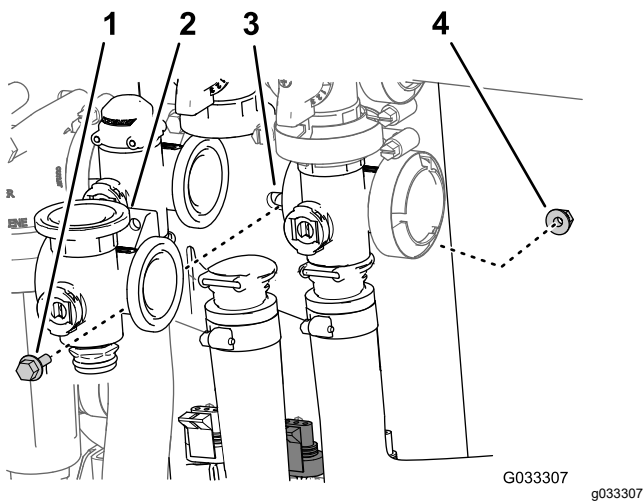

Figura 70
- Retire el perno con arandela prensada y la contratuerca con arandela prensada que sujetan la válvula de agitación al soporte de la válvula, y retire el distribuidor de la válvula de la máquina (Figura 70).